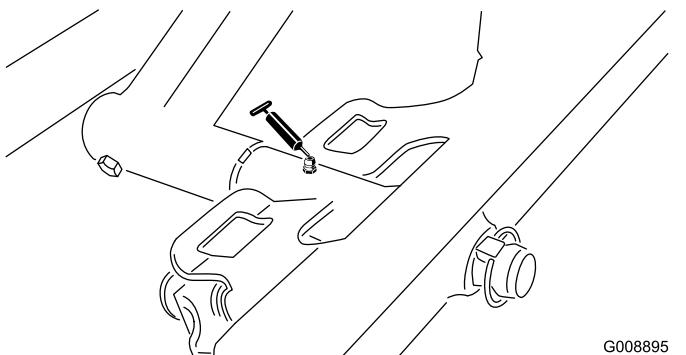

Bild 35
- Drehbüchsen am vorderen Mähwerk (Bild 35)